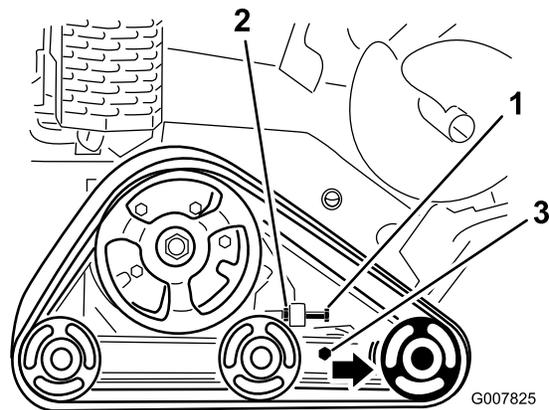

Figura 46
4. Apriete el perno tensor a 32.5–40 N·m (24–30 pies-libra) para tensar la oruga (Figura 46).
3. Afloje la contratuerca del perno tensor de la oruga, y los pernos de fijación del brazo tensor (Figura 46).
4. Afloje el perno tensor y la contratuerca (Figura 46).
5. Afloje los pernos de fijación (Figura 46).